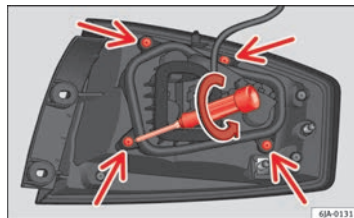

Abb. 164 Befestigungsschrauben an der Rückseite der Heckleuchteinheit
- Lösen Sie mit dem Einsteck-Schraubendreher oder einem T20 Torx-Schlüssel die vier Befestigungsschrauben des Lampenträgers durch Drehen gegen den Uhrzeigersinn ⇒ **Abb. 164**. Achten Sie darauf, die Befestigungsschrauben des Lampenträgers nicht zu verlieren.